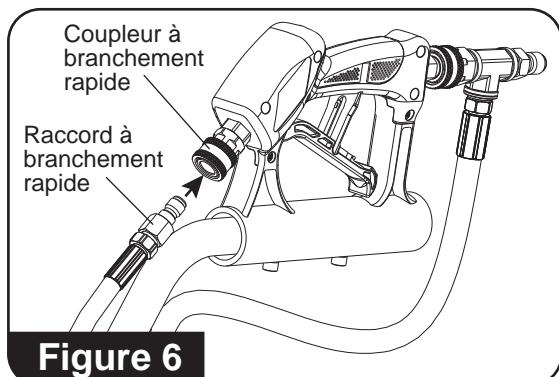

Figure 6
6. Fixez le raccord à branchement rapide au coupleur à branchement rapide (**Consultez la figure 6**).